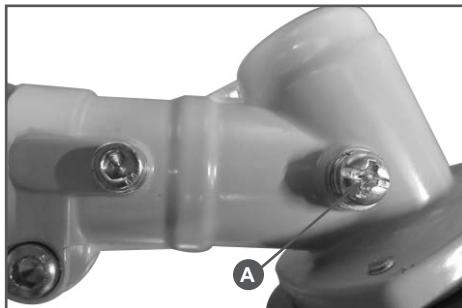

Рис.17 Болт отверстия для смазки редуктора
использовать универсальную смазку для редуктора CHAMPION EP-0, либо аналогичную смазку других производителей. Необходимо открутить болт (A) Рис.17 и с помощью шприц-масленки добавить смазку (примерно 5-10 см³).